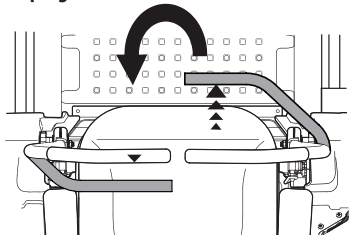

Figure 33
3. Pour tourner dans le sens antihoraire, déplacez le levier de contrôle droite de la barre abdominale vers l'avant tout en déplaçant simultanément le levier de contrôle de la barre abdominale gauche vers l'arrière (Figure 33).